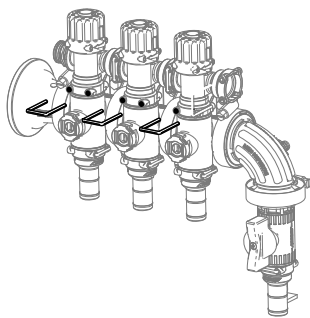

Figura 16
1. Montai blocul de vane bra cu ajutorul elementelor de fixare îndepărtate anterior, aa cum se arată în Figura 16.